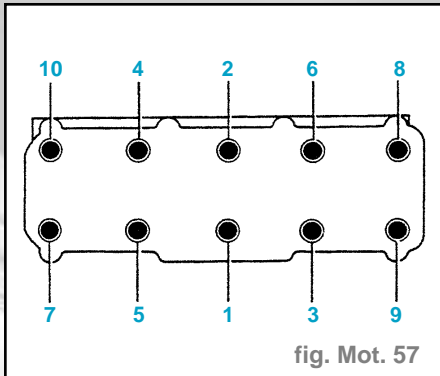

fig. Mot. 57
- Pour le centrage, visser le pivot de guidage **3070** dans les alésages des boulons de culasse **8** et **10** (fig. Mot. 57).